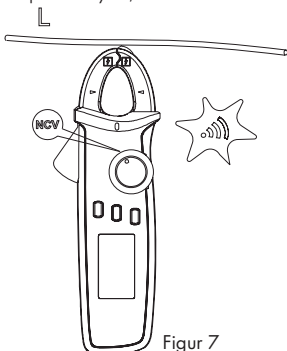

Figur 6
B. DC strøm (figur 6)
- Trykk på ZERO knappen for å nullstille verdien i displayet før måling. Trykk flere ganger hvis en gang ikke er nok. **MERK:** Hold strømtangen i den posisjonen du ønsker å utføre målingen når du trykker på ZERO, se figur 6.